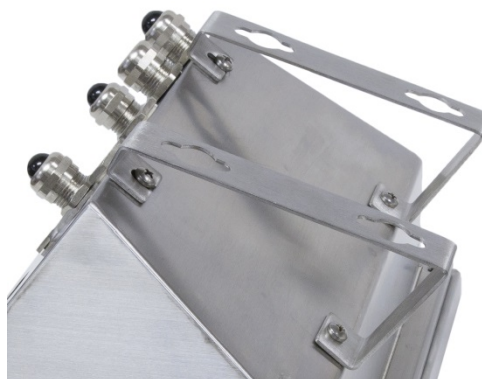

Figure 2-12 : Fixation des supports de montage mural
1. Boulonnez les deux supports sur la partie inférieure de l'enceinte à l'aide des quatre vis M4 incluses avec le terminal. Les supports doivent être fixés comme indiqué à la Figure 2-12.